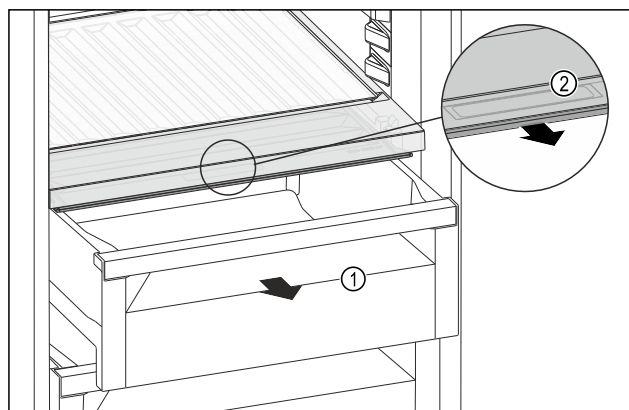

Fig. 116
- Izvucite ladicu Fig. 116 (1).
- Primite ručku Fig. 116 (2) na poklopcu pretinca i istodobno povucite poklopac pretinca prema naprijed.